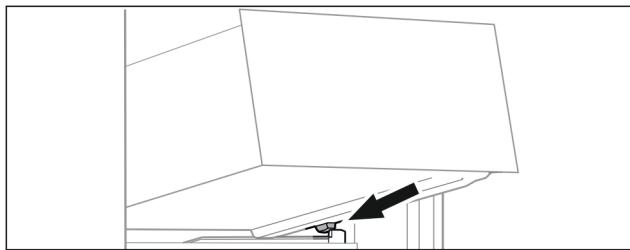

Fig. 121
- ▶ Nasadte zásuvku šikmo za zarážkami na rebro nádoby. (pozri Fig. 121)